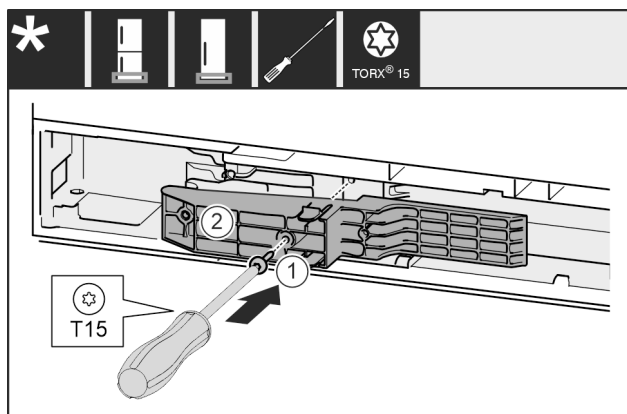

Fig. 56 *
- ▶ Placer l'adaptateur Fig. 56 (1) côté poignée dans l'évidement.*
- ▶ Serrer la vis Fig. 56 (2) avec un tournevis.*